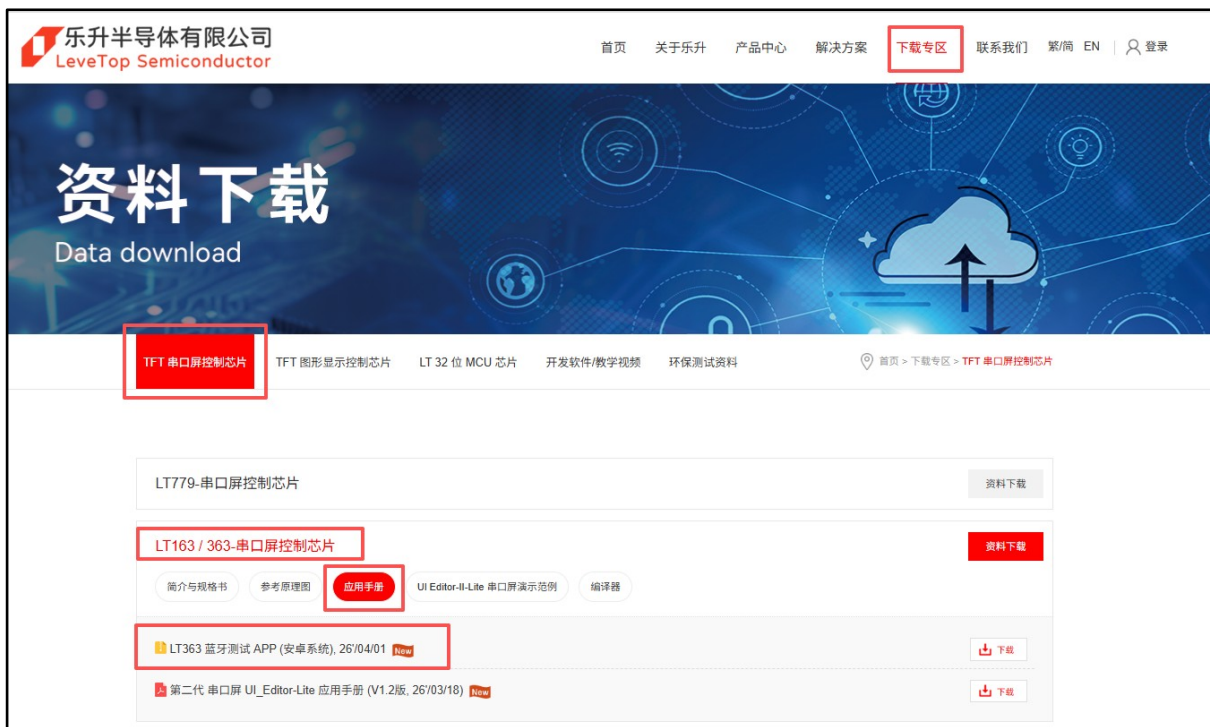

图 2-14: 乐升 APP 官网下载区
- 1、前往乐升官方网站，按照图 2-14 所示下载路径，下载对应手机 APP 安装包。